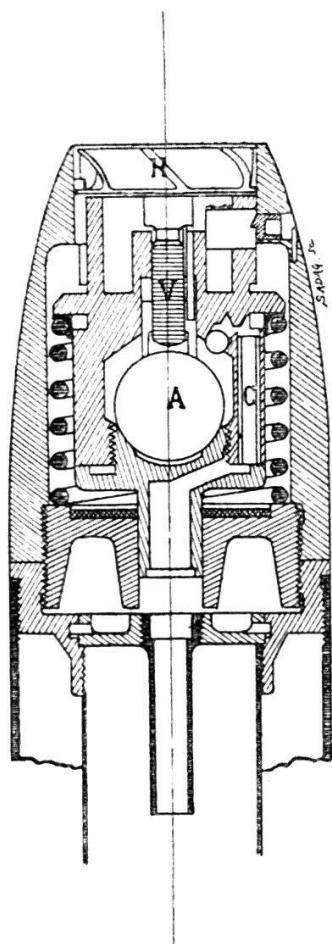

FIG. 4 (au  $\frac{1}{2}$ )
*Fusée Merriam.* — La fusée est à percussion (fig. 4); elle fonctionne par inertie. Lorsque l'obus est arrêté dans sa marche, la balle d'acier *A* vient frapper et allumer un ou plusieurs détonateurs. Dans les fusées des projectiles de marine, c'est-